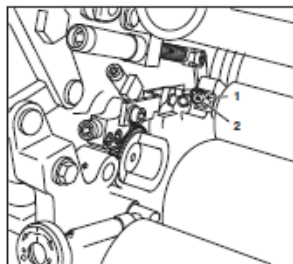

図8 中間ローフの取り外し
1. 駆動側と操作側のロックナット (図8/1) を緩めます。ジャーナルボックスの調整ネジ (図8/2) を左に回して取り外します。